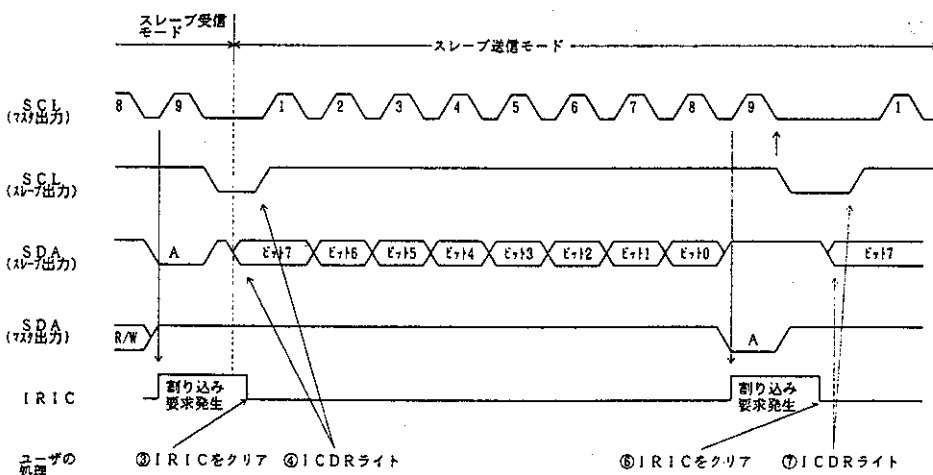

図10.3.7 スレーブ送信モード動作タイミング (MLS=WAIT=ACK=0の時)
- ① ICMRのMLS、WAITおよびICCRのMST、TRS、ACK、CKS2～CKS0を動作モードに合わせて設定します。また、ICCRのICEを1にセットします。
- ② 開始条件を検出後の第1バイトでスレーブアドレスが一致した時、9クロック目でスレーブデバイスはSDAをLowレベルにし、アクノリッジを返します。同時にICSRのIRICが1にセットされ、割り込みを発生します。また、8ビット目のデータ(R/W)が1の時ICCRのTRSが1にセットされ、自動的にスレーブ送信モードに変化します。スレーブデバイスは送信クロックの立ち下がりからICDRにデータをライトするまでSCLをLowレベルにします。
- ③ ソフトウェアでICSRのIRICを0にクリアします。
- ④ ICDRにデータをライトします。スレーブデバイスは図10.3.7で示すタイミングでマスタデバイスが出力するクロックにしたがい、ICDRにライトされたデータを順次送出します。
- ⑤ 1バイトのデータ送信が終了し、送信クロックの9クロック目の立ち上がりでICSRのIRICが1にセットされます。このとき、ICCRのIEICが1にセットされているとCPUに対し割り込み要求を発生します。またこのスレーブデバイスは送信クロックの立ち下がりからICDRにデータライトするまでSCLをLowレベルにします。マスタデバイスは9クロック目にSDAをLowレベルにし、アクノリッジを返します。このアクノリッジはICSRのACKBに格納されるので転送動作が正常に行われたかどうか確認することができます。
- ⑥ ソフトウェアでICSRのIRICを0にクリアします。
- ⑦ 送信を続ける場合は次に送信するデータをICDRにライトします。
⑤から⑦を繰り返し行うことにより、送信動作を継続できます。送信を終了する場合はICDRにH'FFをライトします。SCLがHighレベルのときSDAがLowレベルからHighレベルに変化し停止条件を検出すると、ICSRのBBSYが0にクリアされます。